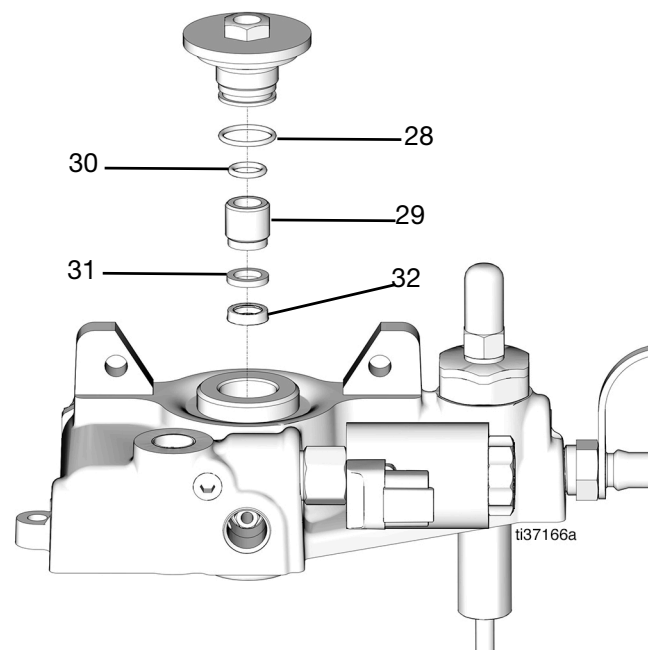

FIG. 48
31. Retirez le joint torique externe (28) de l'écrou de retenue (FIG. 48).
32. Retirez la vis du presse-étoupe (29) pour atteindre le joint torique interne (30) (FIG. 48).
33. Retirez la rondelle de bronze (31) du boîtier de pompe (FIG. 48).
34. Retirez le joint du presse-étoupe (32) (coupelle en U) (FIG. 48).